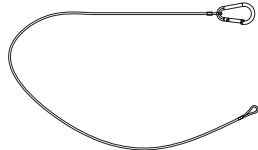

Figure 21
1. Wire rope is necessary for the 40W/80W/120W fixture. (Figure 21).
1. Un câble métallique est nécessaire pour les appareils 40W/80W/120W. (Figure 21).